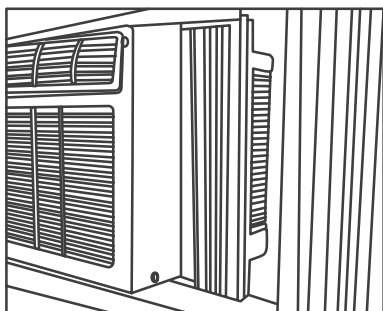

Fig.5
2. Sujete firmemente el acondicionador de aire y colóquelo con cuidado en la abertura de la ventana de modo que la parte inferior del marco del acondicionador de aire quede contra el alféizar de la ventana (Fig. 5). Cierre con cuidado la ventana detrás del riel superior de la unidad. (Se recomienda mantener un ángulo oblicuo hacia abajo para permitir que el agua de lluvia acumulada se drene por la parte posterior de la parte inferior de la unidad).